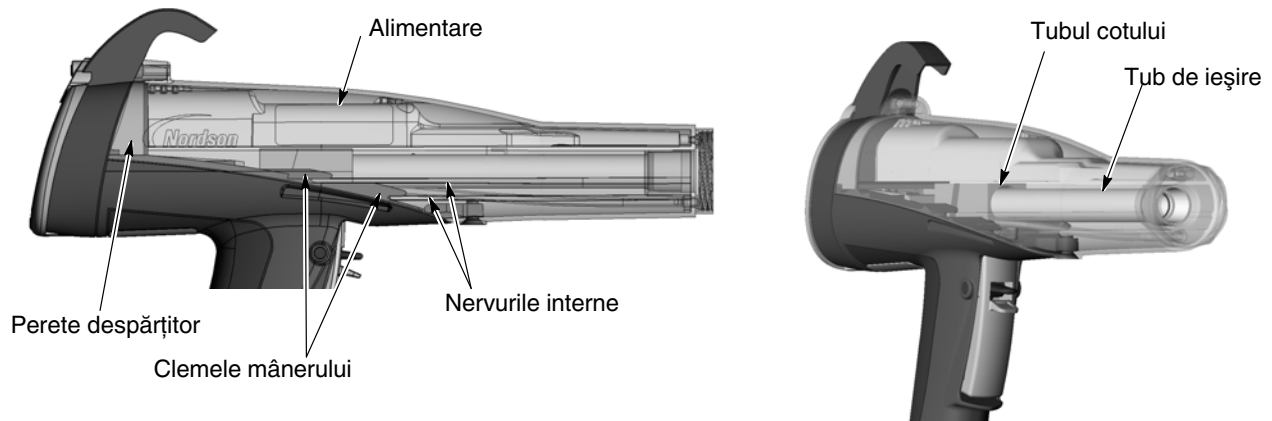

Figura 6-6 Reasamblarea pistolului
1. Vezi Figura 6-6. Aliniați corpul pistolului cu mânerul și introduceți-le în același timp, potrivind nervurile interne ale corpului pistolului cu clemele mânerului.